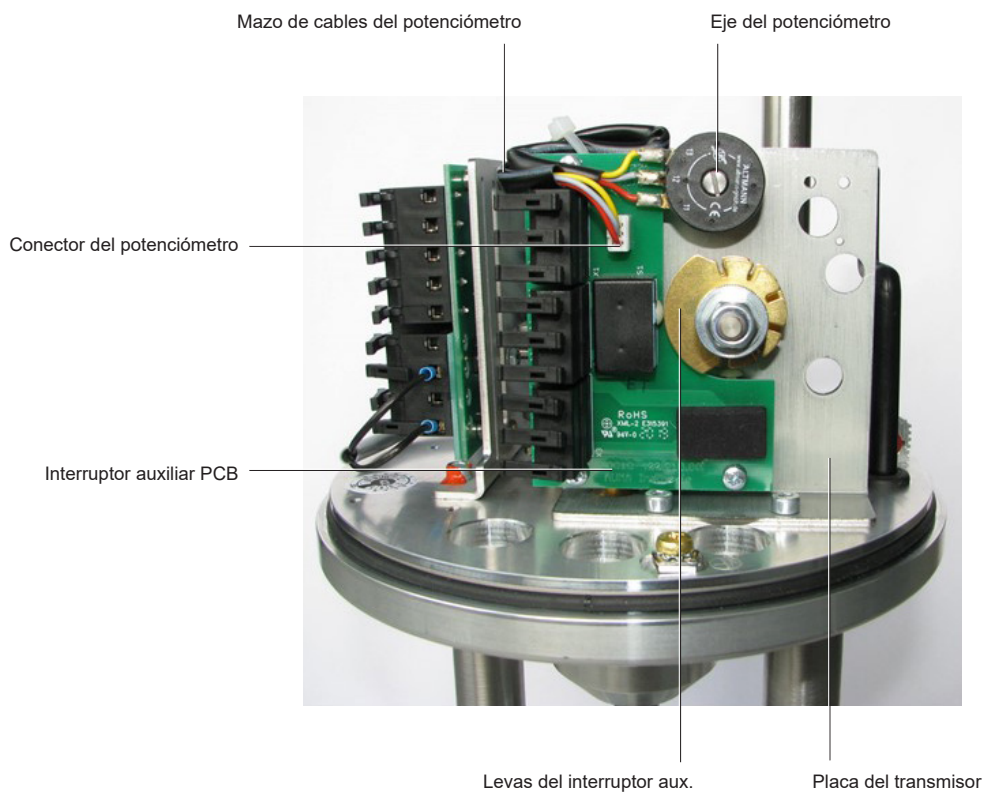

Fig. 12 Instalación y ajuste del potenciómetro (1-6 kN)
- Consulte la Fig. 12 Instalación y ajuste del potenciómetro (1-6 kN) para obtener información sobre el producto
- Conecte el mazo de cables al conector del potenciómetro tal y como se indica en la Fig. 12 Instalación y ajuste del potenciómetro (1-6 kN)